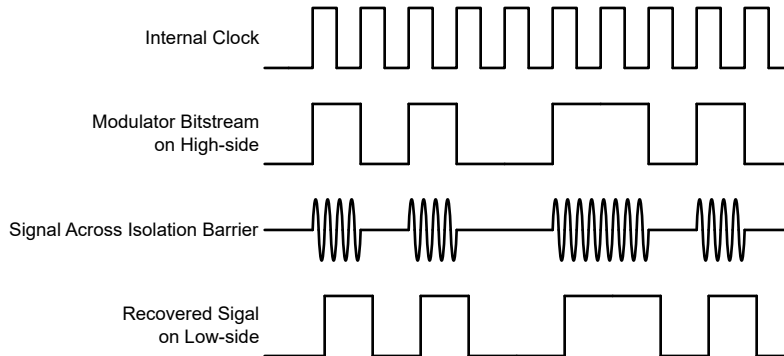

図 7-1. OOK ベースの変調方式
図 7-1 に示されているように、AMC0380D は、オン / オフ キーイング (OOK) 変調方式を使用して、変調器の出力ビットストリームを、SiO2 ベースの絶縁膜間で伝送します。送信ドライバ (TX) を 機能ブロック図 示します。TX は、内部で生成された高周波キャリアを絶縁バリア越しに送信し、デジタル 1 を表現します。ただし、TX はデジタル 0 を表す信号を送信しません。AMC0380D で使用されるキャリアの公称周波数は 480MHz です。